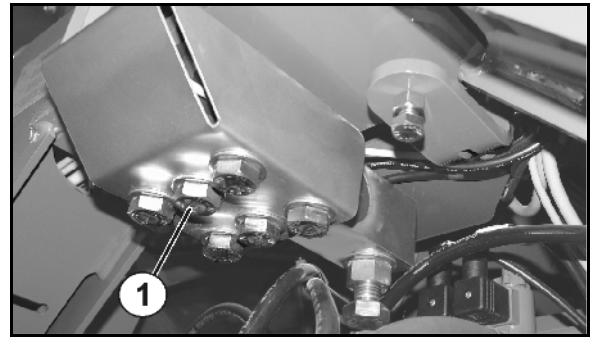

Fig. 76
- 2 x 8 skruer til bladfjærene (Fig. 76/1)